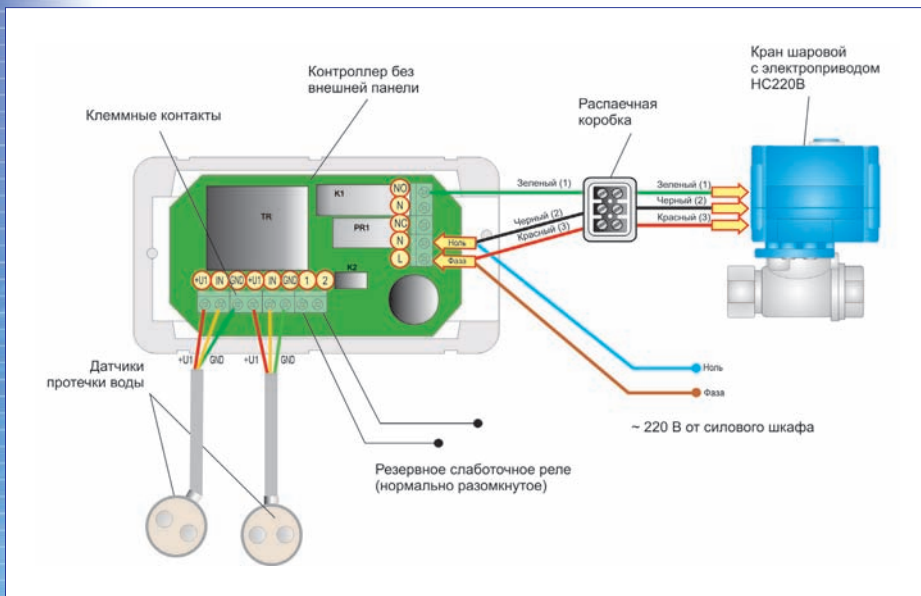

Рис. 10 Схема подключения к контроллеру СКПВ220В-стандарт датчиков протечки воды и крана шарового с электроприводом
Напряжение питания на контроллер подается из силового шкафа (рекомендуется через УЗО на 30 мА). В контроллере необходимо расключить фазу и ноль согласно схеме подключения (рис. 10).
- выполните соединение проводов в соответствии со схемой (рис. 10).